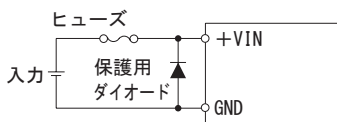

図2.2 逆接続防止
(4) 逆接続の防止
■入力端子に逆極性の電圧が加わると故障します。逆極性の電圧が加わる可能性がある場合は、図2.2のような保護回路を接続ください。